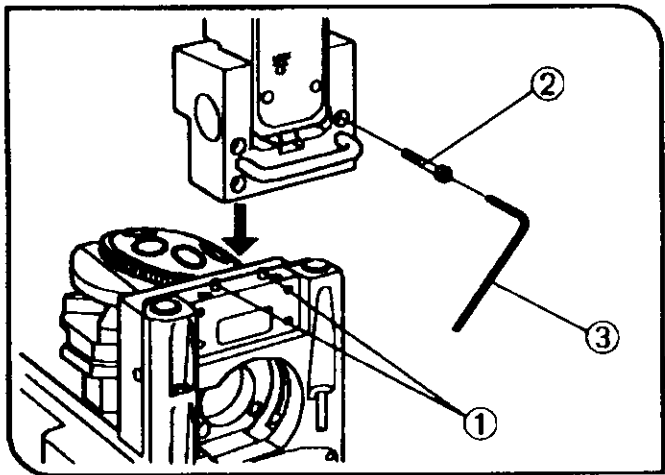

图 77
(1) 安装照明柱 (图 77)
### (1) 安装照明柱 (见前页图 77)